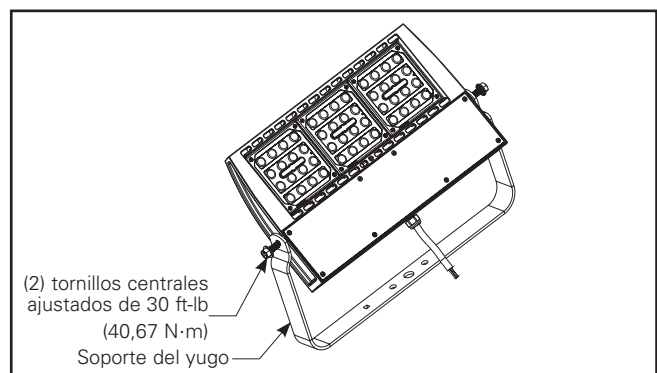

Figura 4.
- 1a. Use (2) tornillos de brida de 1/2-13 (lo suficientemente largos para atravesar el brazo del yugo y la estructura de montaje). Utilice tuercas para asegurar los tornillos cuando corresponda. Ajuste a 40 ft-lb (54,23 N·m).
2. Afloje los (2) tornillos centrales sin quitarlos (Figura 4).